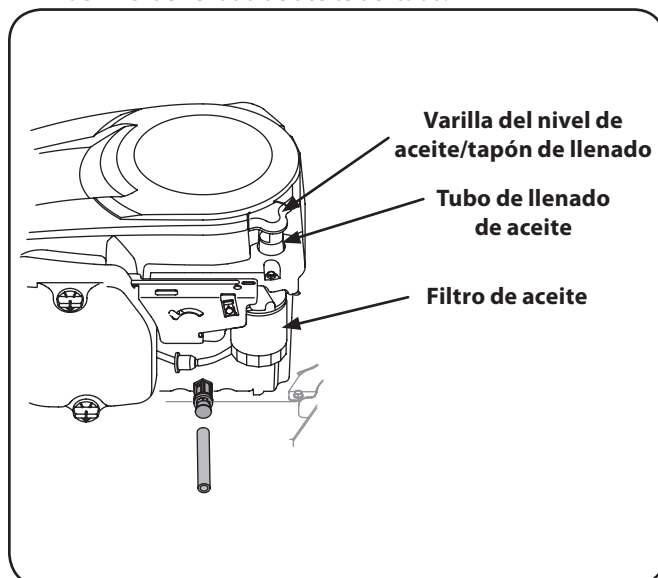

Figura 6-1
2. Abra el tapón protector en el extremo de la válvula de drenaje de aceite para exponer el orificio de drenaje. Consulte la Figura 6-1. Retire el tapón de llenado con varilla de nivel de llenado de aceite del tubo.